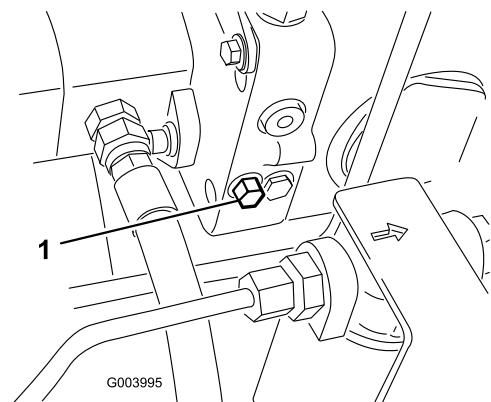

Figura 42
1. La válvula de desvío está situada en el lado izquierdo del hidrostato (Figura 42). Gire el perno una vuelta y media para abrirla y dejar pasar el aceite internamente. Puesto que el aceite se desvía, la máquina puede ser movida lentamente sin dañar la transmisión.